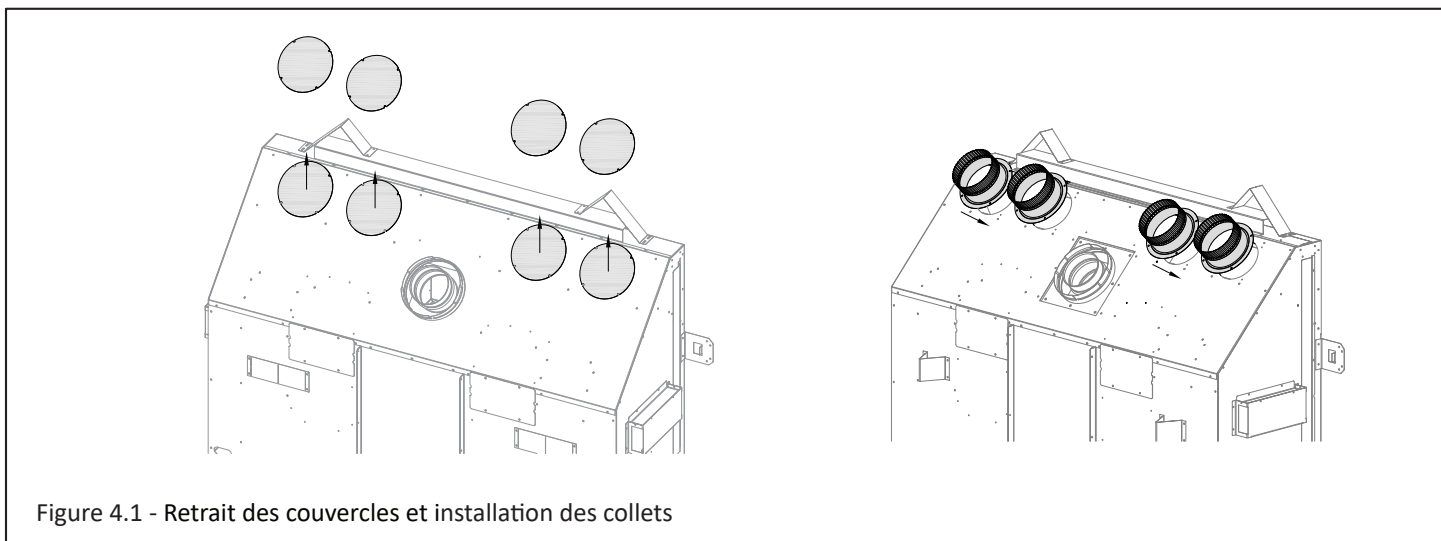

Figure 4.1 - Retrait des couvercles et installation des collets
1. Retirez les (16) vis à métal qui retiennent les (4) couvercles sur le dessus du foyer, tel que montré à la Figure 4.1. Jetez (ou recyclez) ces quatre couvercles. Conservez les vis à métal pour l'étape suivante.
2. Installez les collets de raccordement fournis avec le kit KZK-054, tel que montré à la Figure 4.1. Réutilisez les vis à métal retirées à l'étape précédente.